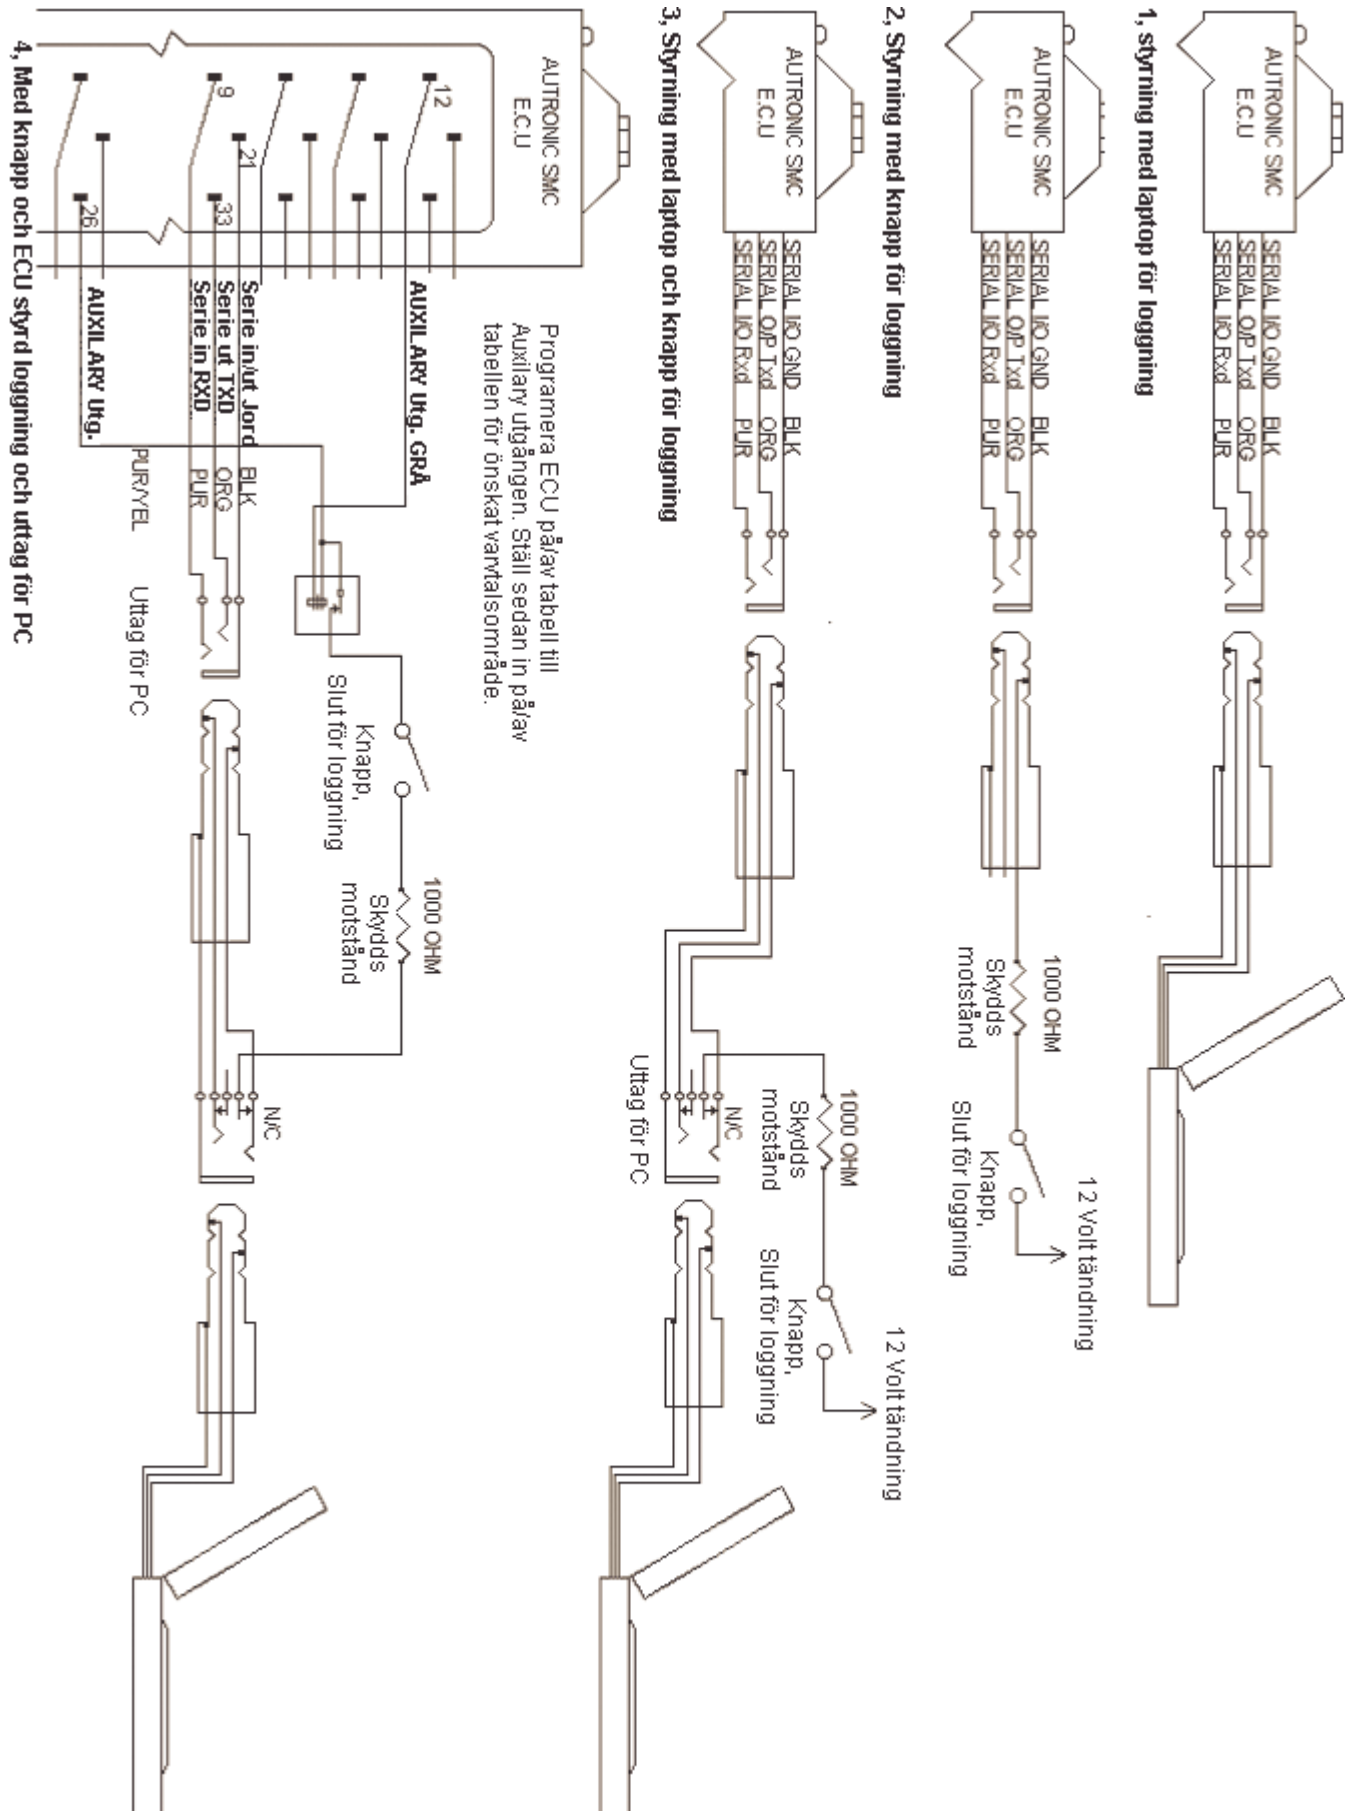

Figur 2.
3. Vrid motorn så att kuggen inte längre linjerar med givaren men före nästa kugge når givaren. Se **figur 2**.